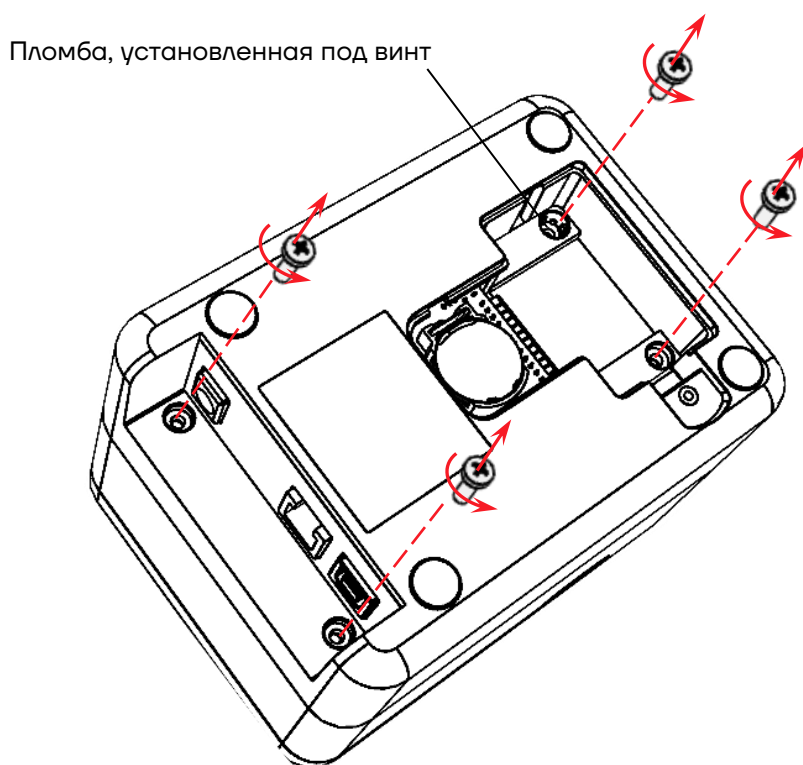

Рисунок 6. Винты крепления нижней части корпуса к верхней части
- 4** Открутить 4 винта крепления нижней части корпуса (основания) AL.P813.01.000 к верхней части (см. рисунок 6).
- 15** Зафиксировать основание, вкрутив 4 винта (см. рисунок 6).
**При сборке корпуса ККТ необходимо установить пломбу (см. рисунок 6).**